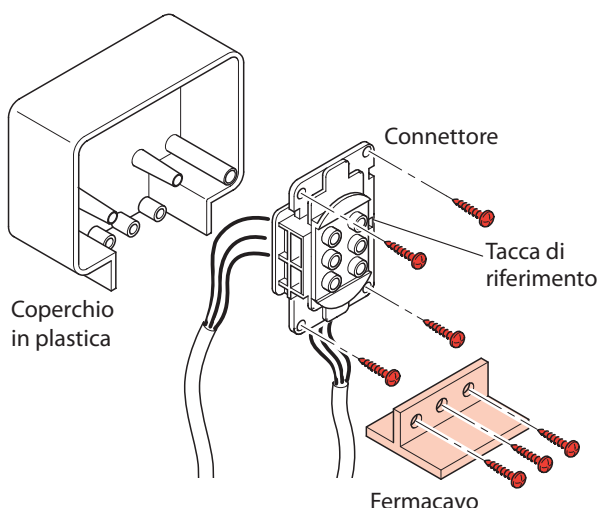

Fig. 3
2. Inserire il connettore nel coperchio in plastica fissandolo con le apposite viti, quindi assicurare i cavi al coperchio tramite il fermacavo (vedi fig. 3).
Si consiglia, pertanto, di utilizzare un cablaggio diretto dal quadro al connettore in dotazione (seguendo le indicazioni per i collegamenti di Fig. 3 e 4 pag. 62-63) nelle applicazioni dove la corrente presunta d'ingresso all'UPS superi i 16A (es. 5000 VA con V_{in}=184V)